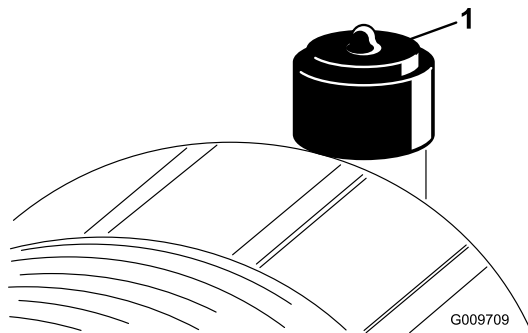

Figure 53
Faites l'entretien du filtre à air uniquement quand l'indicateur de colmatage (Figure 53) indique que cela est nécessaire. Changer le filtre à air prématurément ne fait qu'accroître le risque de contamination du moteur par des impuretés quand le filtre est déposé.
6. Réarmez l'indicateur de colmatage (Figure 53) s'il est rouge.